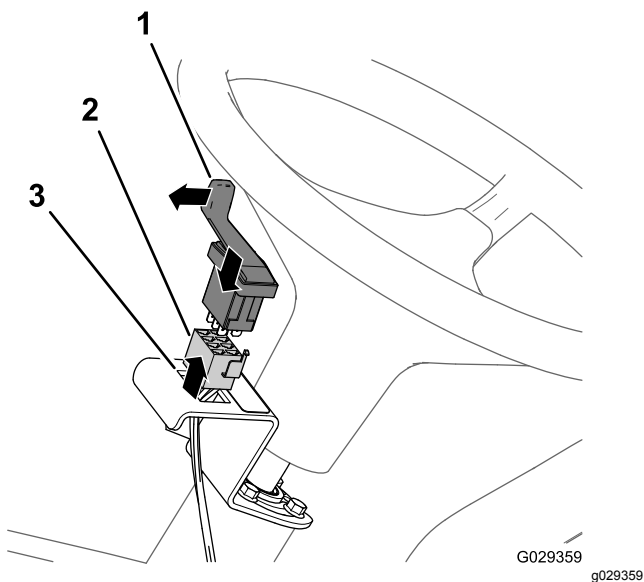

Bild 209
4. Befestigen Sie den Schalter in der Halterung und drücken Sie auf den Schalter, bis er in der Öffnung einrastet (Bild 209).